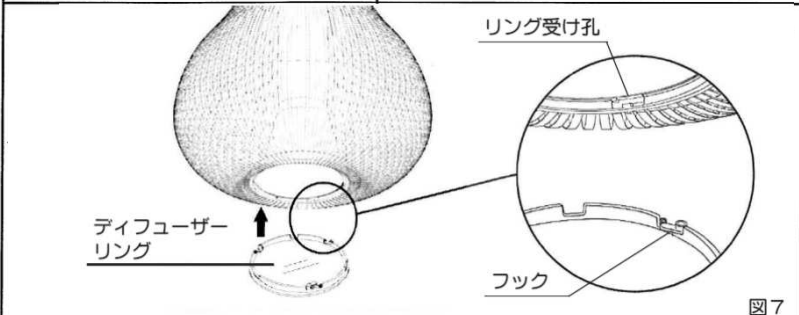

図7
7. ディフューザーリングにある3つのフックが本体リングの受け孔に合う位置に注意し挿入してください。(図7)